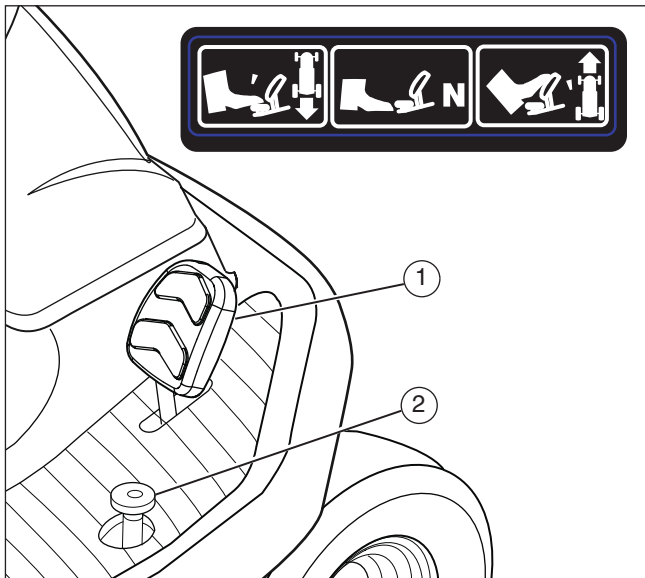

Figure 14
4. Appuyer lentement sur la pédale de commande de vitesse en marche avant (1) pour activer la vitesse de déplacement en marche avant (voir la **Figure 14**).
2. Retirer le pied de la pédale de commande de vitesse en marche avant (1) (voir la **Figure 14**).
3. Appuyer lentement sur la pédale de commande de vitesse en marche arrière (2) pour activer la vitesse de déplacement en marche arrière.
1. Retirer lentement le pied de la pédale de commande de vitesse en marche avant (1) ou la pédale de commande de vitesse en marche arrière (2) (voir la **Figure 14**). La pédale de commande de vitesse en marche avant ou marche arrière reviendra automatiquement en position POINT MORT.
3. Relâcher la pédale de commande de vitesse en position POINT MORT (voir la **Figure 14**).
4. Pour aller plus vite, déplacer la pédale de commande de vitesse à une vitesse plus rapide (voir la **Figure 14**).
5. Déplacer la pédale de commande de vitesse aux réglages de vitesse désirés (voir la **Figure 14**).